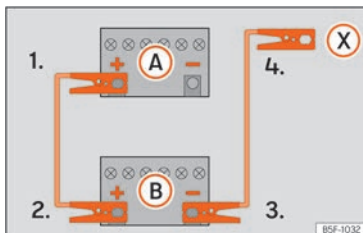

Abb. 43 Anschlusschema für Fahrzeuge ohne Start-Stopp-System.
zeugs mit der entladenen Fahrzeugbatterie (A) »» » **Abb. 43**.
3. Klemmen Sie das andere Ende des roten Starthilfekabels an den Pluspol (+) des Strom gebenden Fahrzeugs (B).
- 4a. Bei Fahrzeugen ohne Start-Stopp-System: klemmen Sie ein Ende des schwarzen Starthilfekabels an den Minuspol (-) des stromgebenden Fahrzeugs (B) »» » **Abb. 43**.